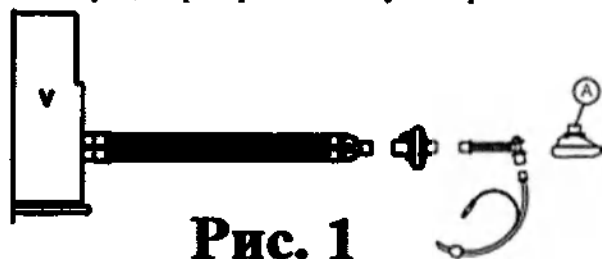

Рис. 1
9. Информация о порядке установки, монтажа, настройки, калибровки и иных действиях, необходимых для ввода медицинского изделия в эксплуатацию	УКАЗАНИЯ ПО ПРИМЕНЕНИЮ: 1. Извлеките контур из защитной упаковки. 2. Непосредственно перед практическим применением на больном необходимо визуально обследовать все компоненты контура и провести их тщательную проверку функционирования и подачу газа. 3. Проверьте целостность контура под давлением. 4. Подключите контур к вентилятору и соедините его с больным. Обращайте особое внимание на следующие моменты: a. при наличии линии мониторинга давления ее необходимо подключать к порту давления на тройниковом соединителе больного и к порту давления устройства вентиляции легких. Если такая линия не нужна, герметично закройте порт давления на тройниковом соединителе больного соответствующей заглушкой. b. Если необходим мониторинг температуры, извлеките заглушку из порта и установите в него температурный датчик. В тот период, когда температурный датчик не используется, закрывайте порт заглушкой. c. Контур ППДД (при постоянном потоке): в тройниковом адаптере больного (по схеме Т или Y) порт выдоха, расположенный напротив потока подачи газа, всегда должен быть открыт; закупорка или частичная непроходимость этого порта может обернуться для больного тяжелыми последствиями, вплоть до смертельного исхода. Идентификация вещества, содержащегося или имеющегося в продукте либо упаковке. Идентификация вещества, не содержащегося или не имеющегося в продукте либо упаковке. ru 30 d. Если контур снабжен влагоуловителем, то этот элемент необходимо расположить в самой нижней точке инспираторной или экспираторной ветви контура. Как можно чаще контролируйте уровень жидкости в влагоуловителе и, по мере необходимости, опорожняйте это устройство; после каждой подобной процедуры проверяйте, надежно ли восстановлена герметичность влагоуловителя. Удаляйте жидкие отходы в соответствии с принятыми в данном медицинском учреждении правилами. e. Контур может иметь односторонние клапаны; перед использованием таких клапанов в работе проверяйте их на рабочую функцию и направление потока. f. Если контур имеет в экспираторной линии клапан (PEEP), проверяйте функционирование этого клапана, поворачивая регулировочное кольцо. Ограничение давления достигается поворотом регулировочного кольца против часовой стрелки. Контролируйте заданное давление (в диапазоне от 5 до 20 см водного столба) при помощи манометра. g. Надувная маска (точка А на рис. 1) снабжена подушкой, регулирующей клапан давления. При необходимости присоедините к люэровскому адаптеру клапана шприц и отрегулируйте надувание подушки до нужного уровня.